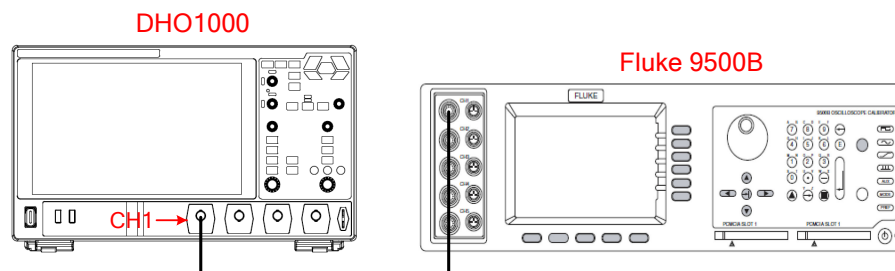

图 5.5 带宽测试连接图
1. 将 Fluke 9500B 的有源信号探头连接至示波器的 CH1 通道，如图 5.5 所示。